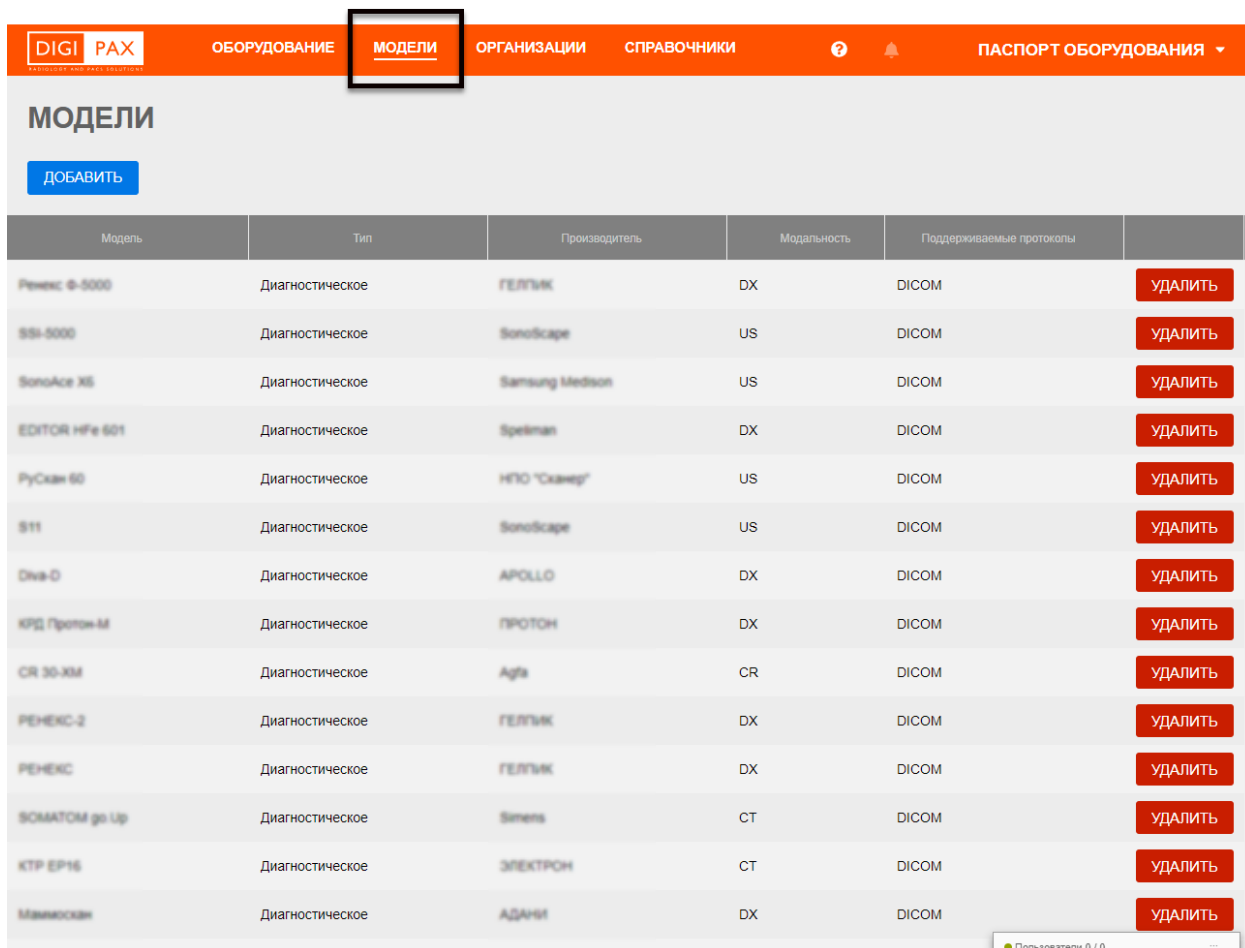

Рисунок 27 – Окно управления моделями
Список моделей находится на вкладке «МОДЕЛИ» (рисунок 27). Саму таблицу со списком пользователь может настроить на своё усмотрение: сгруппировать таблицу, изменить расположение столбцов и количество отображаемых записей на странице (см. Приложение Б).
- выбрать вкладку управления моделями «МОДЕЛИ» (рисунок 27);